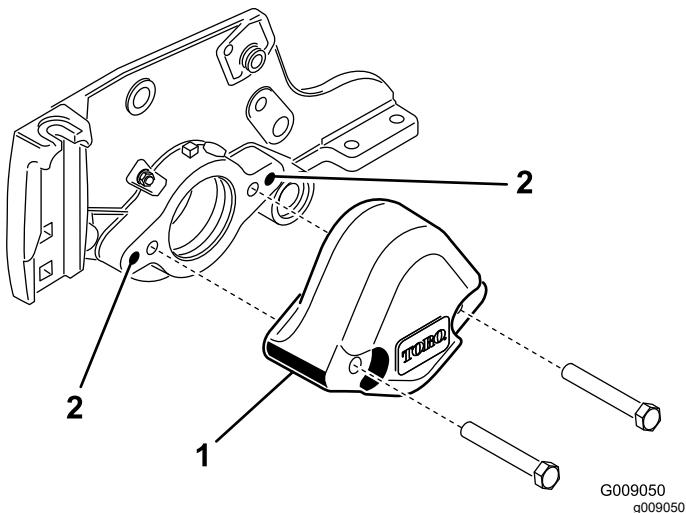

Рисунок 4
3. Отверните два болта, крепящих противовес с левой стороны режущего блока. Снимите противовес (Рисунок 4).
4. Используя метчик 3/8-16, удалите краску из наружных монтажных отверстий в боковой пластине (Рисунок 4).